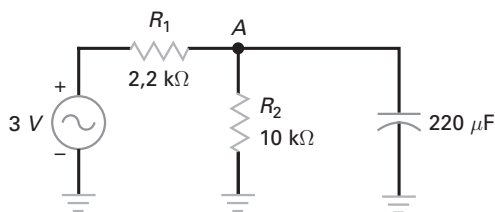

Figura 8-32
- 8-5** Na Figura 8-32, qual é o menor valor da frequência para que o capacitor de desvio funcione adequadamente?
- 8-6** Se a resistência em série mudar para 10 kΩ na Figura 8-32, qual é o valor da menor frequência para que o capacitor de desvio funcione adequadamente?
- 8-7** Se o capacitor mudar para 47 μF na Figura 8-32, qual é o valor da menor frequência para que o capacitor de desvio funcione adequadamente?
- 8-8** Se a menor frequência de entrada na Figura 8-32 for de 1 kHz, qual é o valor necessário de C para que exista um bom desvio?
- 8-36** Suponha que você esteja num laboratório testando o circuito da Figura 8-32. Quando você aumenta a frequência do gerador, a tensão no anodo A diminui até que ela se torna muito pequena para ser medida. Se você continua a aumentar a frequência, bem acima de 10 MHz, a tensão no anodo A começa a aumentar. Você pode explicar por que isso acontece?